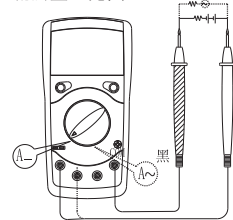

图4
3. 直流电流测量(见图4)
4. 交流电流测量(见图4虚线框所示)